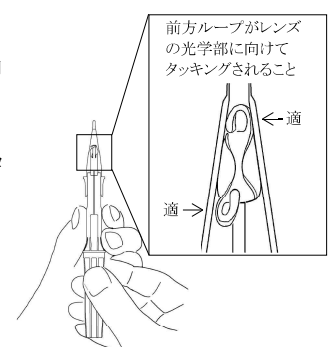

図 6.
⑥ スクリューを時計回りに回転させる。その際、後方支持部 (ループ) の先端がロッドによりレンズの光学部に向かってタッキングされること、また、レンズが前方に進むにつれ、前方ループの先端がレンズの光学部に向かってタッキングされること、およびロッドがレンズ後方縁のほぼ中央部を押していることを注意深く観察する (図 6.)。確認後は直ちに⑦に進むこと。